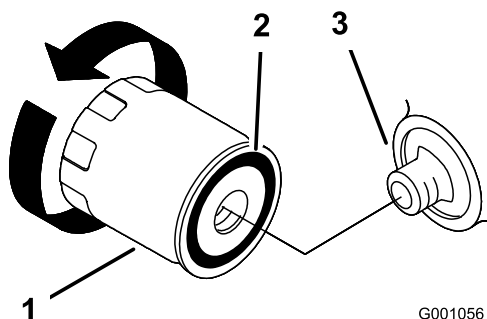

図 23
2. オイル・フィルタを外し、フィルタのアダプタ・ガスケットの表面をきれいに拭く(図 23)。
3. 新しいフィルタのガスケットにオイルを薄く塗る(図 23)。
4. アダプタにフィルタを取り付け、ガスケットがアダプタに当たるまでフィルタを右に回し、そこから更に 2/3~1 回転増し締めする(図 23)。